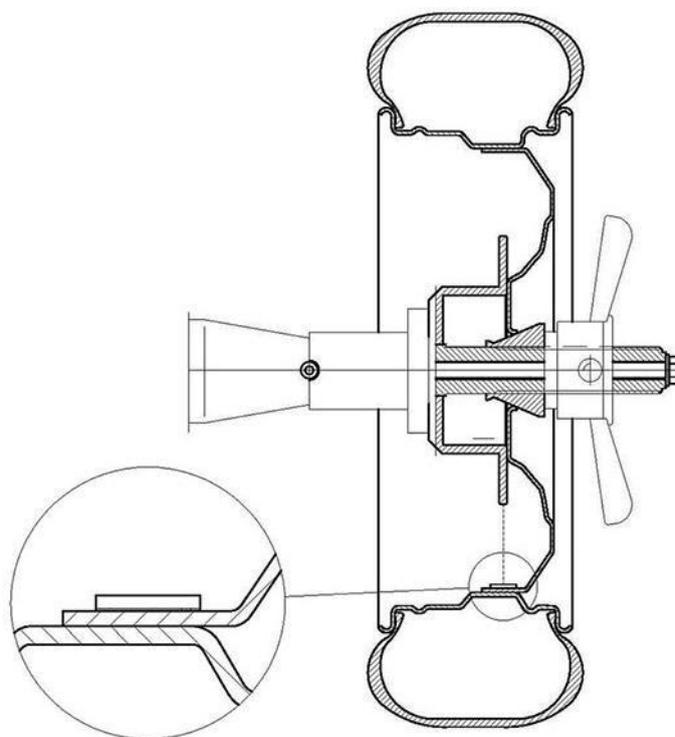

Рис.12 Место размещения клеемых грузиков.
- Клеевые грузики клеим на "6 часов", а внешний грузик (правый) в плоскости фланца адаптера (Рис.12)
Набивные грузики размещаем на наивысшей точке диска ("12 часов"), а клеемые и для мотоциклетных колес в самой нижней ("6 часов"). Клеевый грузик внешней плоскости коррекции (правый) клеим в плоскости адаптера (под адаптером) (Рис. 12).